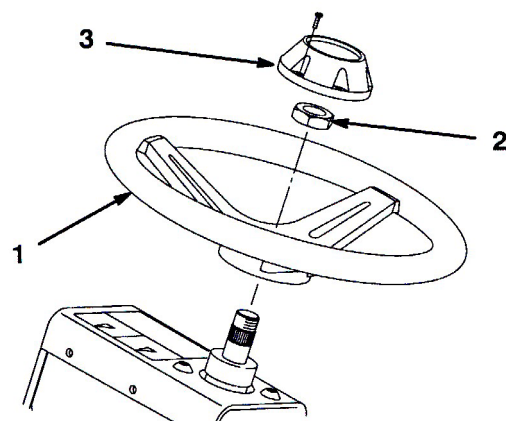

図 7
2. ジャム・ナットでハンドルを固定し (図 7)、20-26 ft.-lb. (2.8~3.6 kg.m) にトルク締めする。
3. ハンドルにキャップをはめ込み、ネジで固定する (図7)。